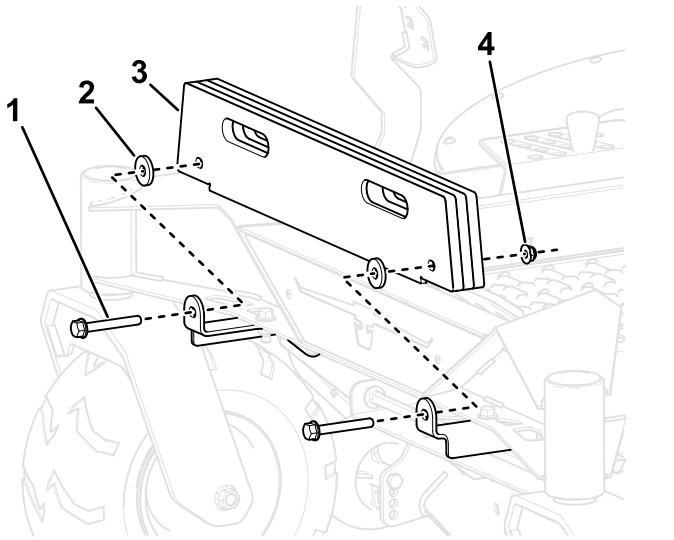

Figura 4
2. Montate le zavorre del cesto di raccolta (quantità determinata dalle dimensioni del piatto) sulle relative staffe di montaggio delle zavorre con 2 bulloni (3/8" x 2 3/4"), rondelle e dadi di bloccaggio (3/8"), come illustrato nella Figura 4.